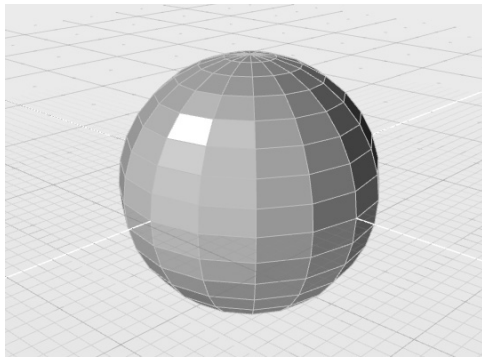

图 6-32 创建多边球体
1) 创建一个新文件, 使用“多边球体”工具, 创建一个任意半径的多边球体, 如图 6-32 所示。在本练习中, 我们的目的是选中所有间隔行, 并进行面的挤出操作。